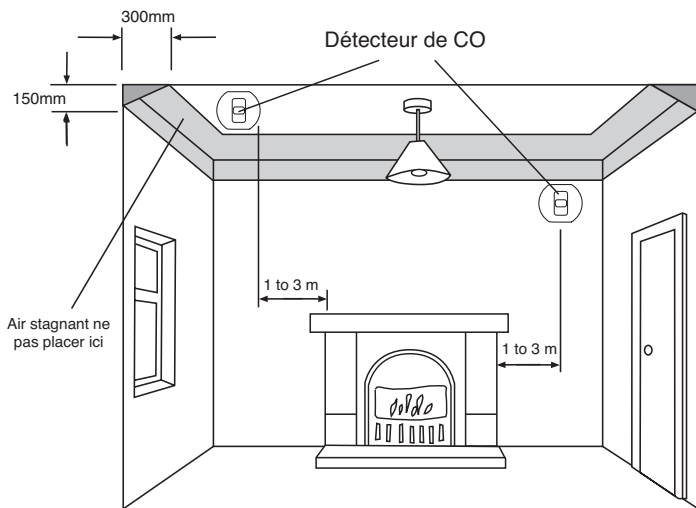

Figure 1
6.31 Si vous installez le détecteur de CO dans une pièce contenant un appareil à combustible (voir figure 1)